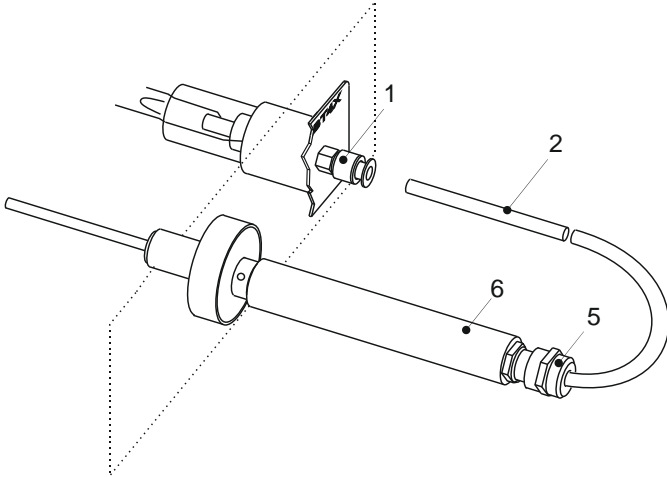
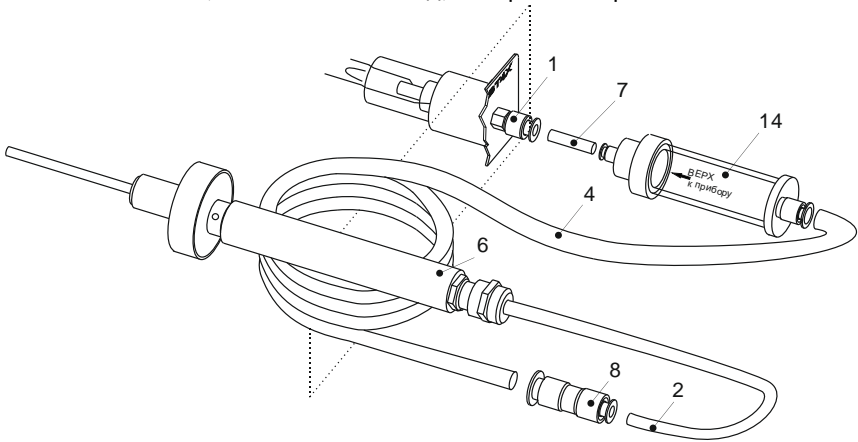

Рис. 1. Схема соединения элементов пробоотборника с газоанализатором
Рис. 2. Схема соединения удлинителя и устройства защиты детектора с газоанализатором
1.1. Отсоедините трубку фторопластовую 2 от переходника 1 (рис. 1). Соедините устройство 14 с переходником 1, используя трубку 7 (поставляется с устройством), и с удлинителем, трубку 2 соедините с переходником 8 удлинителя (рис. 2).
2.3. Для проверки чистоты устройства с помощью фторопластовой трубки 7 соедините выход устройства с входным штуцером 1 газоанализатора (см. рис. 2), а вход – с фильтром-поглотителем и включите газоанализатор. Если показания газоанализатора не превышают  $5 \text{ мг/м}^3$ , устройство считается пригодным к использованию. Если показания газоанализатора превышают  $5 \text{ мг/м}^3$ , следует промыть фильтр повторно и заменить мембрану.